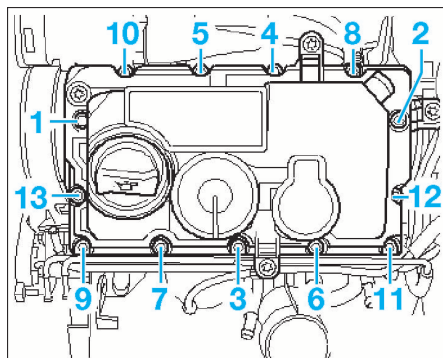

FIG. 59
• Desserrer progressivement et dans l'ordre inverse du serrage prescrit les vis de fixation du couvre-classe (Fig.59).